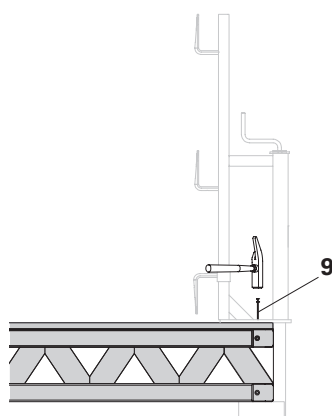

Fig. A4.04
- La staffa (1.7) deve aderire completamente. (Fig. A4.04)
5. Assicurare il supporto parapetto a morsa-2 in modo che non possa spostarsi fissando con un chiodo a testa doppia o una vite TSS-Torx. (Tabella A4.02/Fig. A4.04/A4.04a)